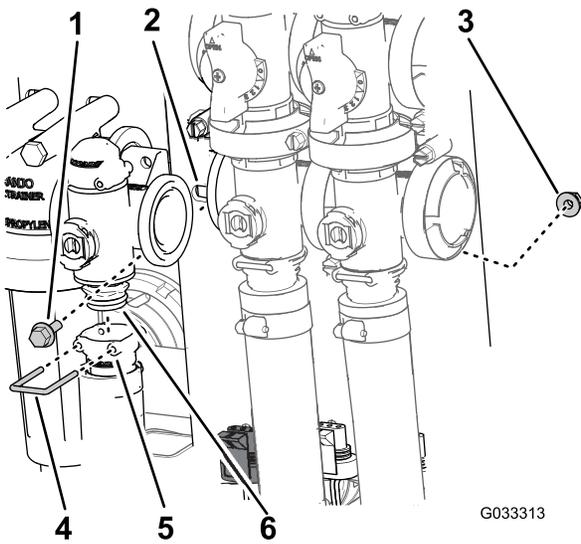

Figura 68
2. Retire la horquilla de retención que sujeta el conector de salida al distribuidor de la válvula de control de caudal (Figura 68).
3. Retire los 2 pernos con arandela prensada y las 2 tuercas con arandela prensada que sujetan la válvula de control de caudal al soporte de la válvula, y retire el distribuidor de la válvula de la máquina (Figura 68).